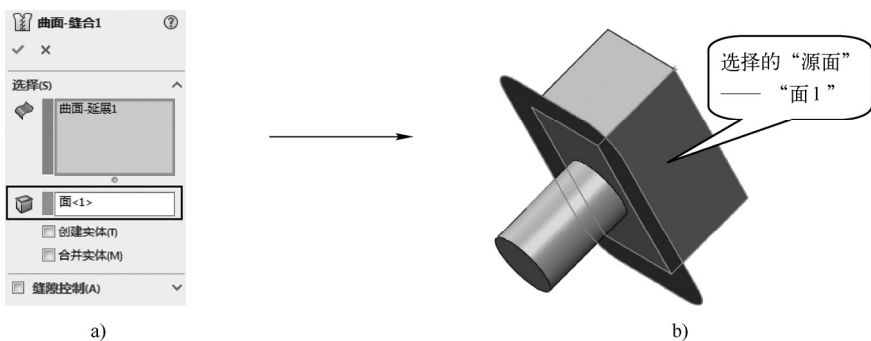

图 5-62 “源面”的作用
- 当选择的一个面为“延展曲面”时，在缝合曲面时将显示“源面”选择区域，如图 5-62 所示。“源面”可令用户一次性地选择模型一侧的所有面（此功能多用在分模过程中，如延展面一侧有上百个面，使用此功能选取一个面即可）。